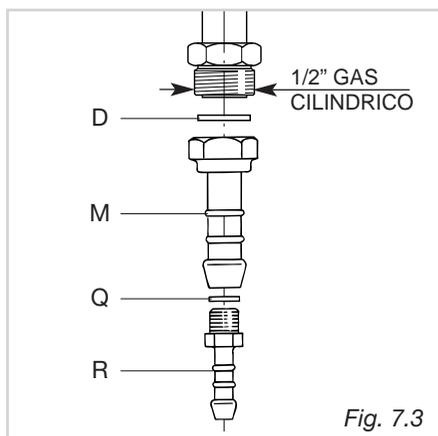
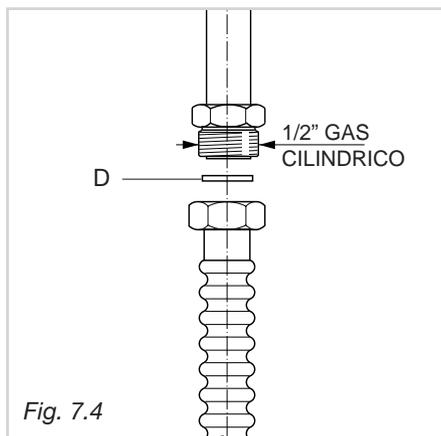

Fig. 7.3
Fig. 7.4
- Montare il raccordo portagomma "M" interponendo la guarnizione di tenuta "D" (fig. 7.3).
- Montare sul portagomma "M" la riduzione "R" con interposta la guarnizione "Q" (fig. 7.3).
Il gruppo di raccordo (fig. 7.3) si compone di:
Per effettuare il collegamento gas è necessario togliere il portagomma "M" (fig. 7.3) ed avvitare direttamente sulla rampa il terminale del tubo metallico interponendo la guarnizione "D" (fig. 7.4).